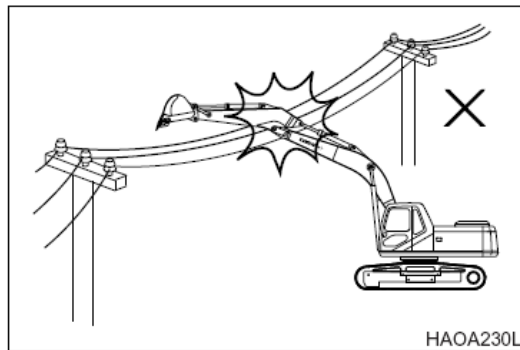

Figura 59
11. Asegúrese de que mantiene una distancia de seguridad con respecto a los postes del tendido eléctrico. Consulte Figura 59.